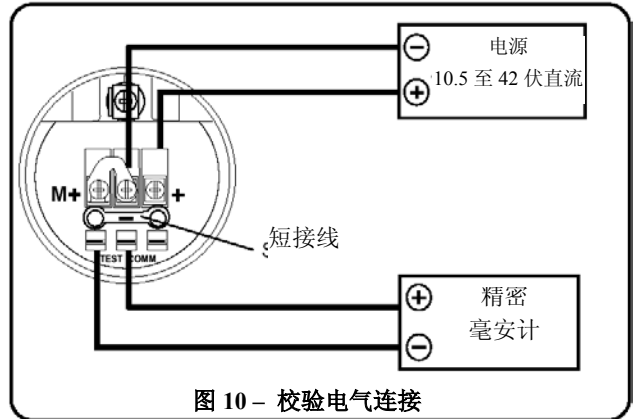

图 10 - 校验电气连接
- v) 如图 10 所示进行电气连接。按图连接精密毫安计，并除去短接线。